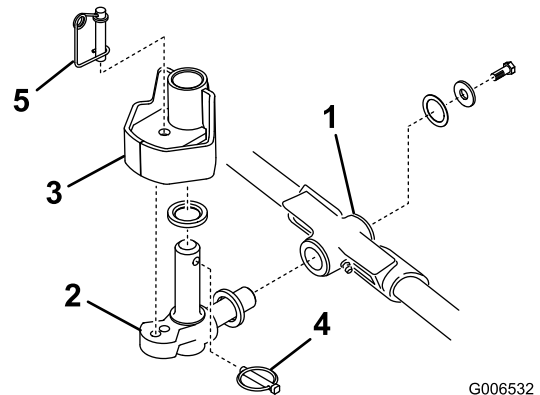

Figura 13
1. Introduzca una arandela de empuje en el eje horizontal del nudo del pivote tal y como muestra Figura 13.
2. Introduzca el eje horizontal del nudo del pivote en el tubo de montaje del bastidor de tiro (Figura 13).
3. Fije el pivote al bastidor de tiro con una arandela de empuje, una arandela plana y un tornillo de caperuza con arandela prensada (Figura 13).
4. Introduzca una arandela de empuje en el eje vertical del nudo del pivote (Figura 13).
5. Si no está ya instalado, introduzca el eje vertical del pivote en el buje de pivote del brazo de elevación (Figura 13).
7. Introduzca el pasador de seguridad en el taladro transversal del eje del nudo del pivote (Figura 13).
Nota: Si se requiere fijar la posición de la unidad de corte, introduzca el pasador de bloqueo de la dirección en el taladro de montaje del pivote (Figura 13).
13. Enganche el alambre del muelle alrededor de la parte inferior del pasador de bloqueo de la dirección (Figura 13).